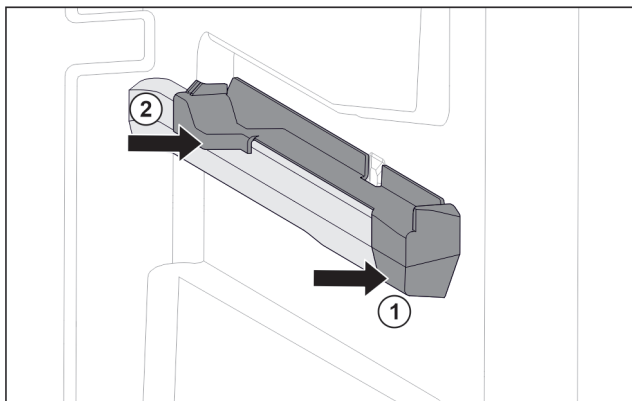

Fig. 76 Insteekelement op rechter containerrib
- Insteekelement voor tegen containerrib plaatsen. Fig. 76 (1)
- Insteekelement achter aandrukken. Fig. 76 (2)